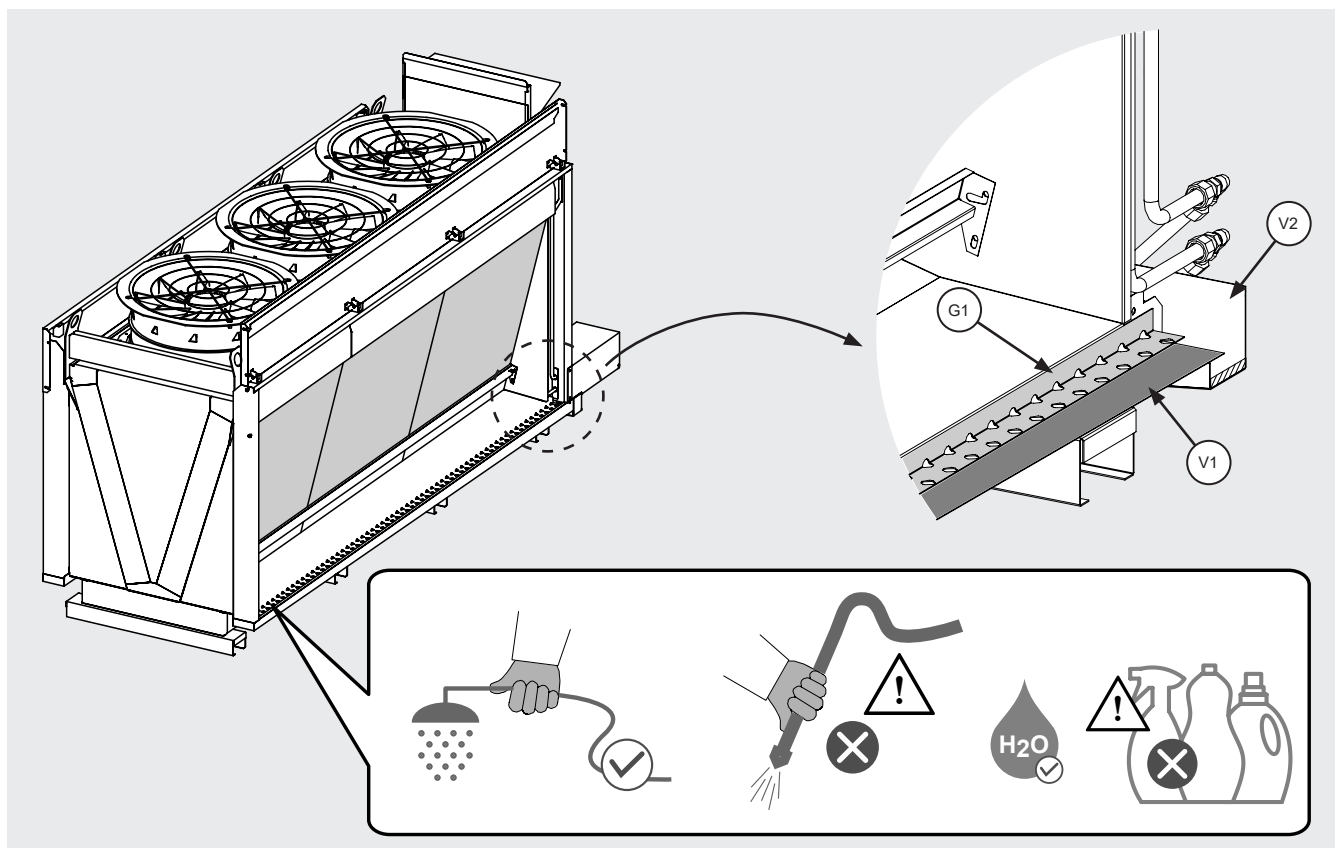

Abbildung 24
- 12.12.3 Das Modell ist mit 2 inneren Wasserauffangbehältern (V1) ausgestattet, die sich unter den beiden Reihen der adiabatischen Seitenwände befinden. Siehe Abbildung 24.
- 12.13.7 Mit fließendem, drucklosem Wasser reinigen, wobei darauf zu achten ist, dass die elektrischen Anschlüsse und die Füllstandssensoren nicht beschädigt werden, siehe Abbildung 2 und Abbildung 24. Verwenden Sie kein Druckwasser und/oder Reinigungsmittel oder aggressive Substanzen.